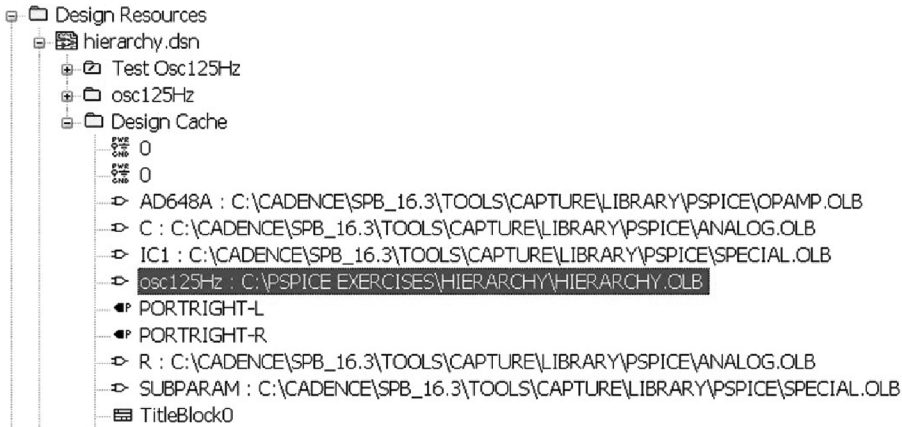

图 20.37 利用 Design Cache 对原理图中的每个元器件进行显示
6. 如图 20.37 所示，在项目管理器中展开 Design Cache，然后选择 osc125Hz 器件。